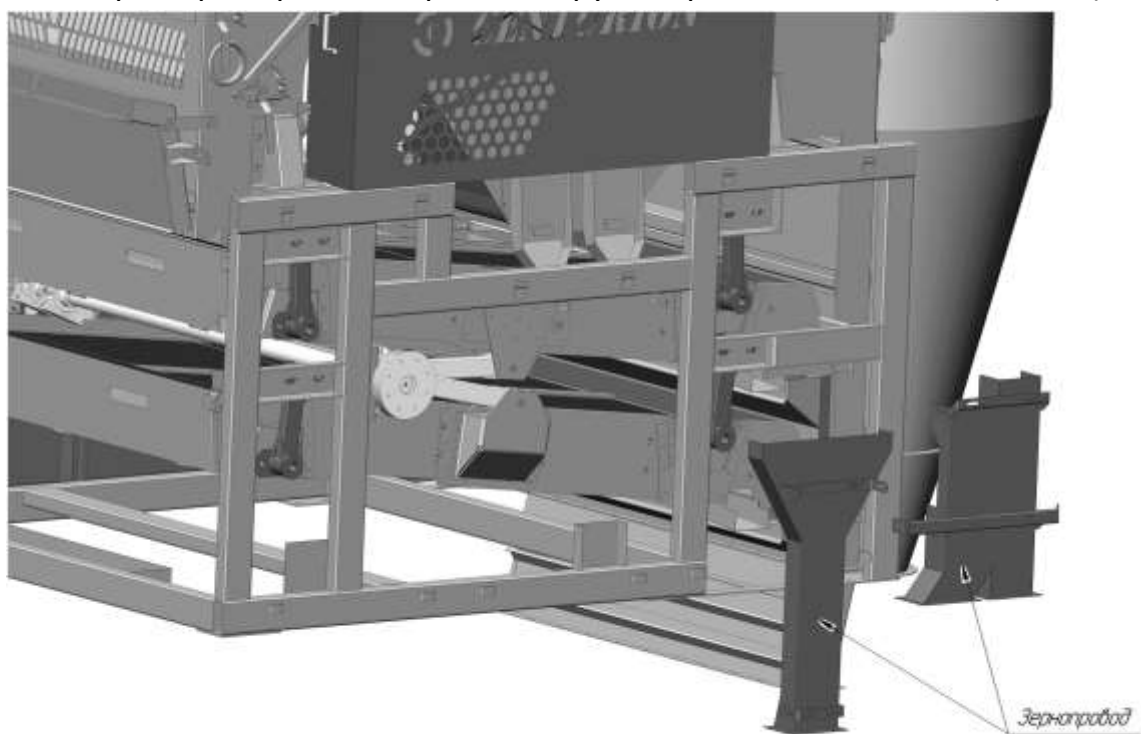

Рис. 3
3. Снять три зернопровода с рамы открутив крепежные детали. (Рис. 3)